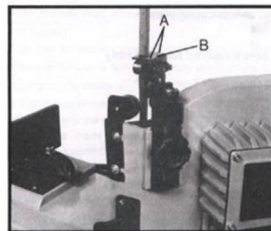

Fig. 3
3. Retire los dos tornillos (A, Fig. 3) y la placa deflectora (B). Pase la hoja a través de la ranura de la mesa y Fijar con dos tornillos. Ver figura 4.